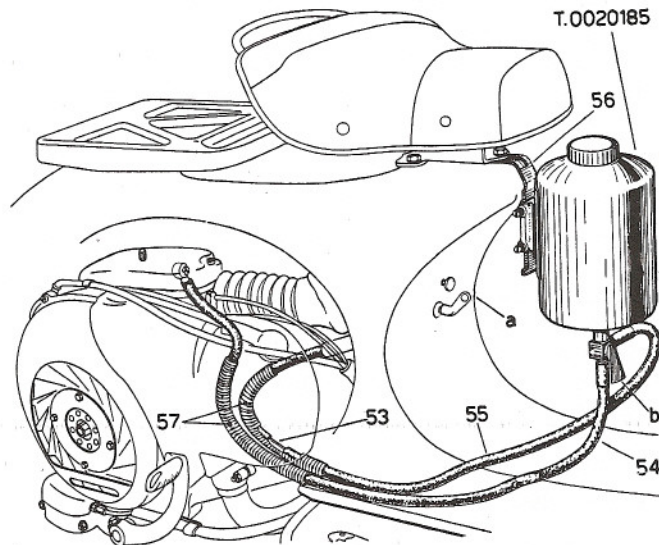

Fig.37/D - Serbatoio per prova di consumo dis. T. 0020185.
- c) Collegare il rubinetto del serbatoio ausiliario mediante il tubo 55 ed il raccordo 53 (particolari dell'attrezzo T.0020185) col tubo del rubinetto della moto e mediante il tubo 54 (particolare dell'attrezzo) col carburatore. (Vedere fig. 37/D). Quest'ultimo tubo deve essere fatto passare attraverso il foro della scatola del depuratore, per il quale passa il tubo normale nel funzionamento ordinario del veicolo.